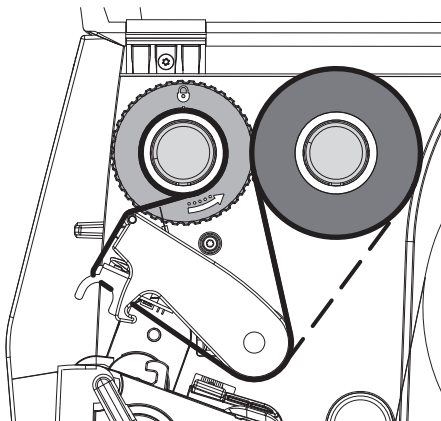

Figure 13 Défilement du ruban transfert
5. Adapter la position du flasque de positionnement du réenrouleur à la largeur du mandrin (4) et positionner le mandrin carton sur le réenrouleur (2).
6. Guider le ruban transfert à travers le mécanisme d'impression comme décrit sur la Figure 13.